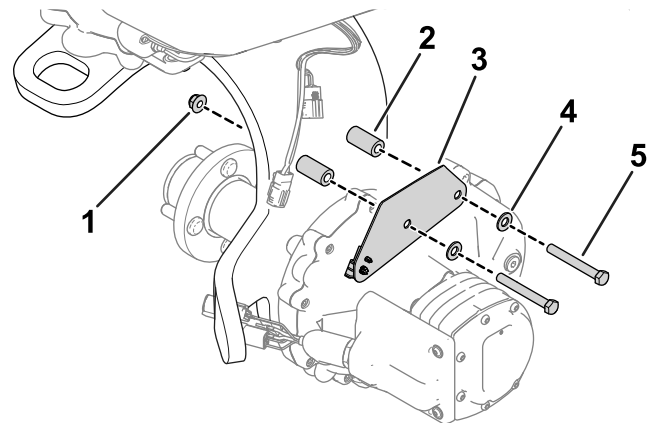

**Bild 3**
1. Befestigen Sie den Verbindungsclip an der Kabelbaumhalterung (**Bild 3**).